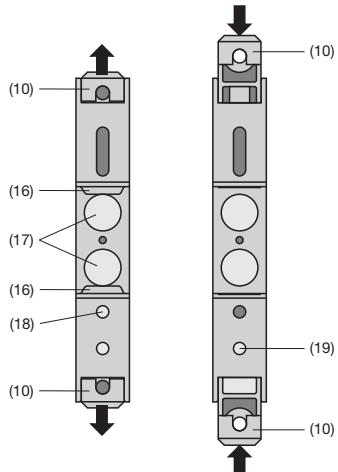

Bild 7. Gerätoboden.
Sodann die Befestigungslaschen (10) des Messumformers herausziehen (Bild 7, links). Dabei die Entriegelung (18) in den Geräteboden drücken.
Sollen die Befestigungslaschen wieder zurückgeschoben werden, dann muss man die Entriegelung (19) und die Befestigungslaschen (10) gleichzeitig in den Gerätoboden drücken (siehe Bild 7, rechts).